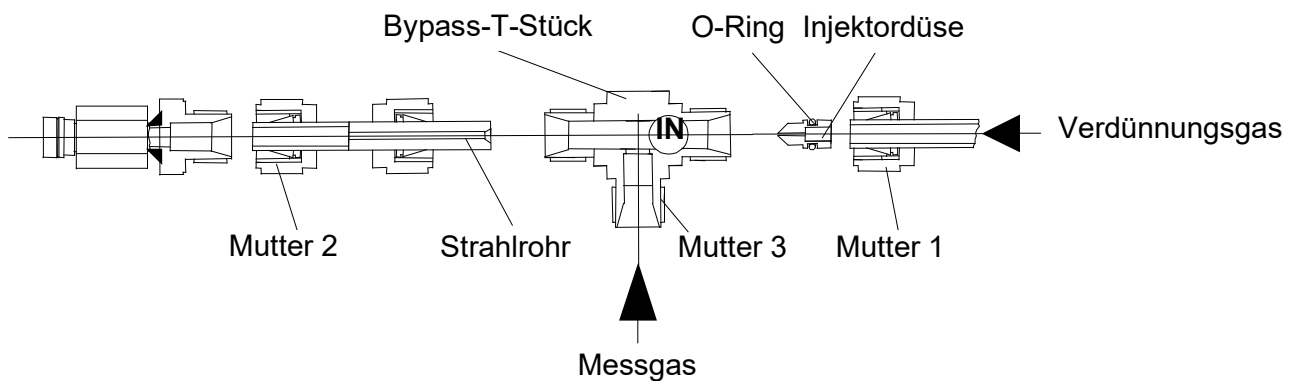

Abbildung 15 Bypass-T-Stück mit Injektordüse und O-Ring
- Alle Rohrleitungsanschlüsse am Bypass-T-Stück entfernen. Dies sind (siehe Abbildung 15):